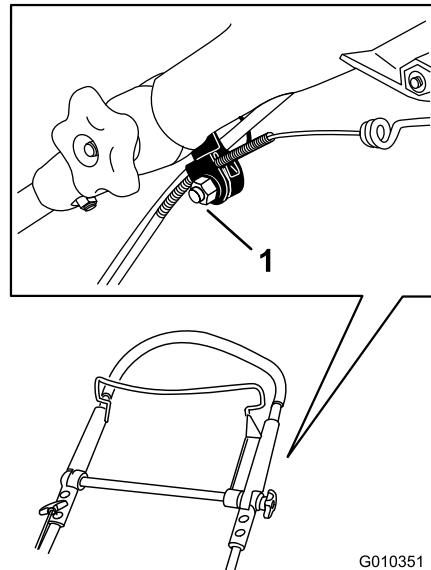

Figura 20
1. Allentate il dado sul serrafilo per cavi (Figura 20).